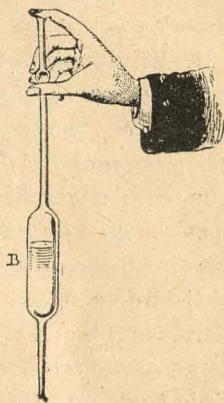

Fig. 68.—Pipeta.
4. **Pipeta.**—La *pipeta* (fig. 68) está formada de un tubo de vidrio abultado en su parte media. Sirve para tomar cantidades mínimas de líquido. Para ello se sumerge la punta en el líquido y se aspira con la boca en la otra extremidad, tapándola después con el dedo. El líquido sube y se queda en el aparato, por causa de la presión atmosférica que se ejerce en la parte inferior.